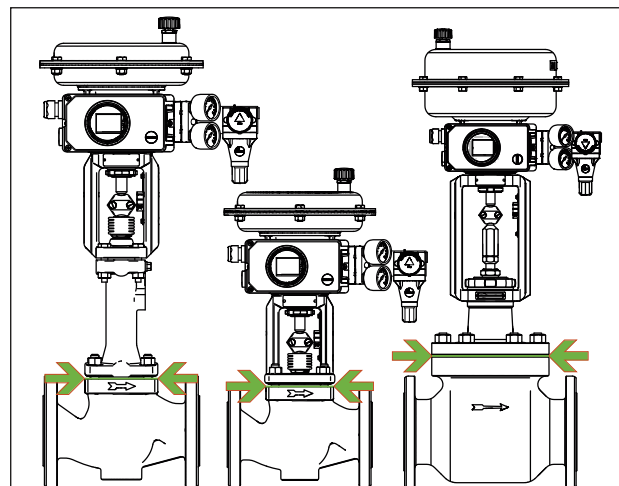

Fig. 19: Limite dell'isolamento delle valvole di controllo (esempio)
- ⇒ *Isolare le valvole di regolazione solo fino alla flangia del coperchio dell'alloggiamento della valvola, vedere Fig. 19. Questo vale anche per le versioni con soffiutto o parte isolante con temperature del mezzo inferiori a 32 °F (0 °C) o superiori a 428 °F (220 °C). Se anche la parte isolante è isolata, non funzionerà correttamente!*